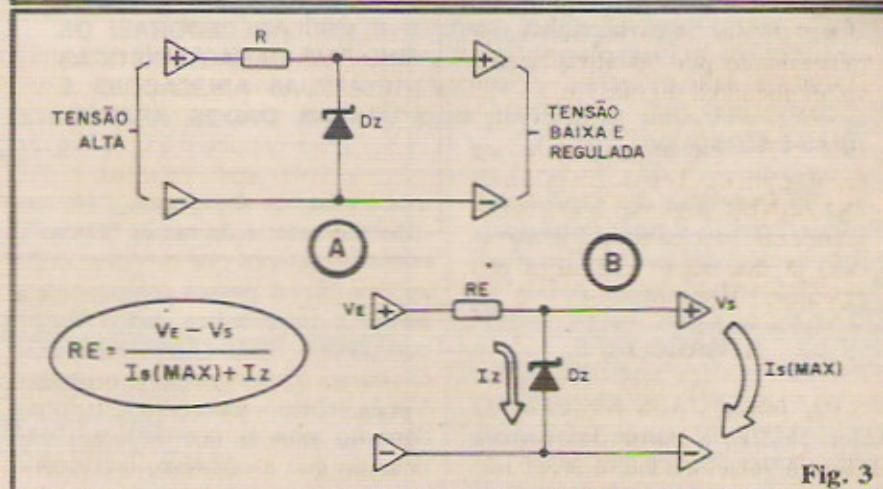

Fig. 3
- FIG. 3-A - JÁ explicado, então, que a função básica do DIODO ZENER é "ABAIXAR" e RE-
- FIG. 3-B - No arranjo básico de regulagem de Tensão com DIODO ZENER, algumas importantes grandezas precisam ser demarcadas, já que serão utilizadas nos cálculos... Vejamos:
A fórmula para o cálculo do valor de RE, a partir dos demais dados já relacionados, é: (ver fig. 3).